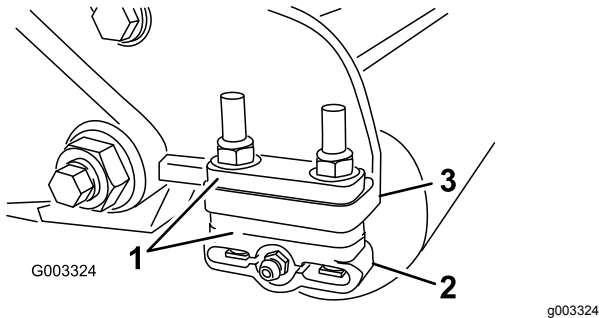

Figura 15
1. Ajuste los soportes del rodillo trasero (Figura 15) al intervalo de alturas de corte deseado colocando la cantidad necesaria de espaciadores debajo de la brida de montaje de la chapa lateral (Figura 15), según lo indicado en la Tabla de alturas de corte.